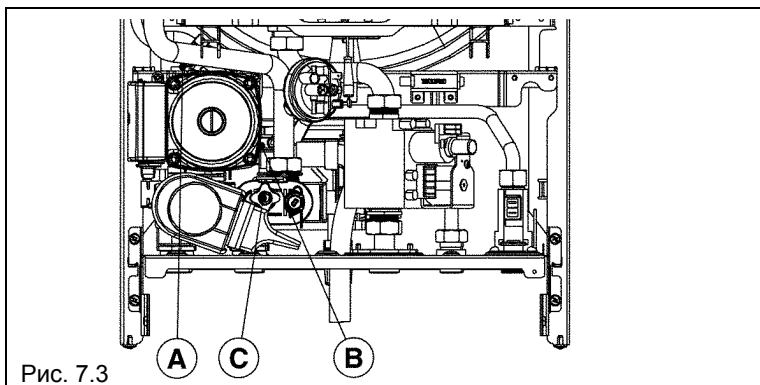

Рис. 7.3
- ослабьте клапан слива воды из котла (C – рис. 7.3).